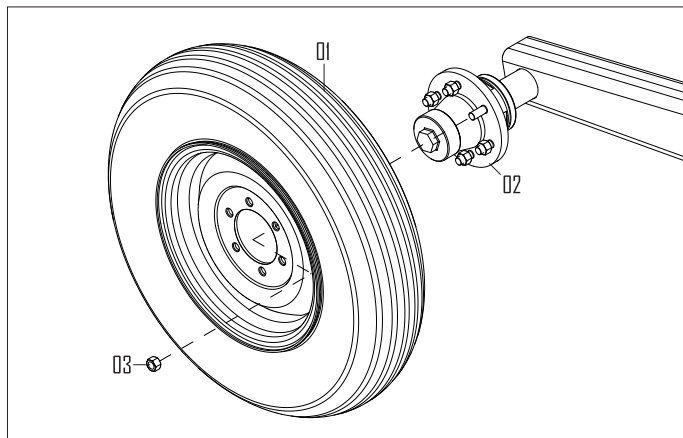

FIGURA 08
Encaixe o cabeçalho de engate (1) no chassi (2), e trave com pino e argola (3), em seguida coloque o terceiro ponto (4) nos itens (1) e (2) trave o mesmo com pino e argola (5). Finalmente introduza o suporte da mangueira (6) e fixe com a porca (7) conforme mostra a figura 08.